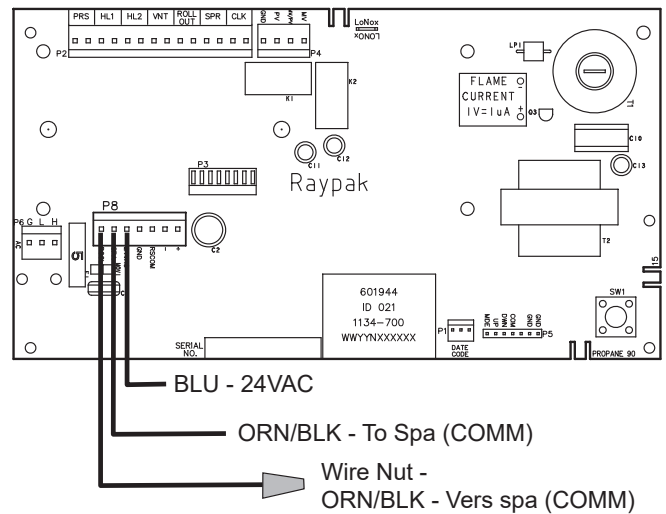

Figure 50. Connexion du harnais de câble d'un thermostat à 2 fils au connecteur P8
7. Connectez le harnais de câble à 7 broches pour thermostat externe au connecteur P8 et mettez l'appareil à ON, voir **Figure 50**.